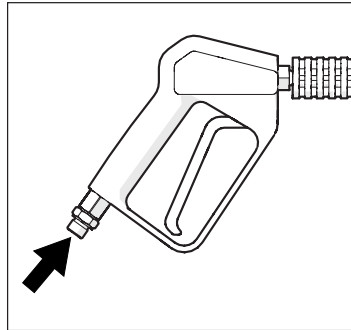

Fig. 24 : Raccord pour le tuyau de matériau
1. Raccorder le tuyau de matériau à l'entrée de matériau du pistolet du nettoyeur haute pression (Fig. 24).